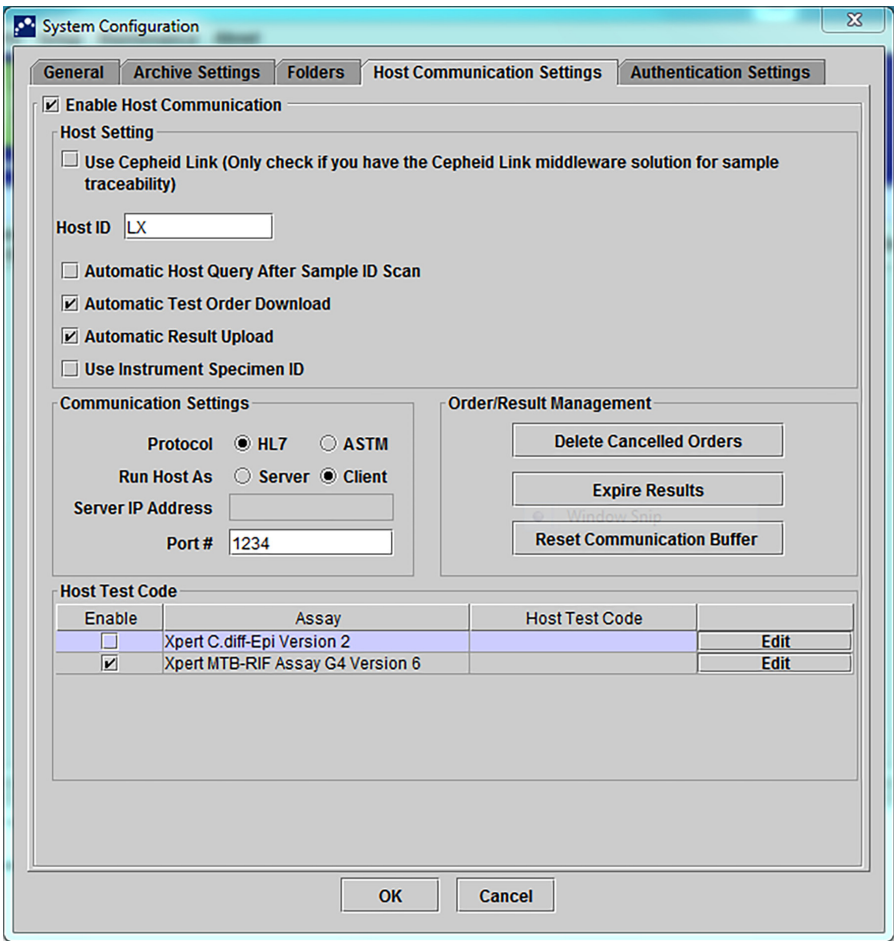
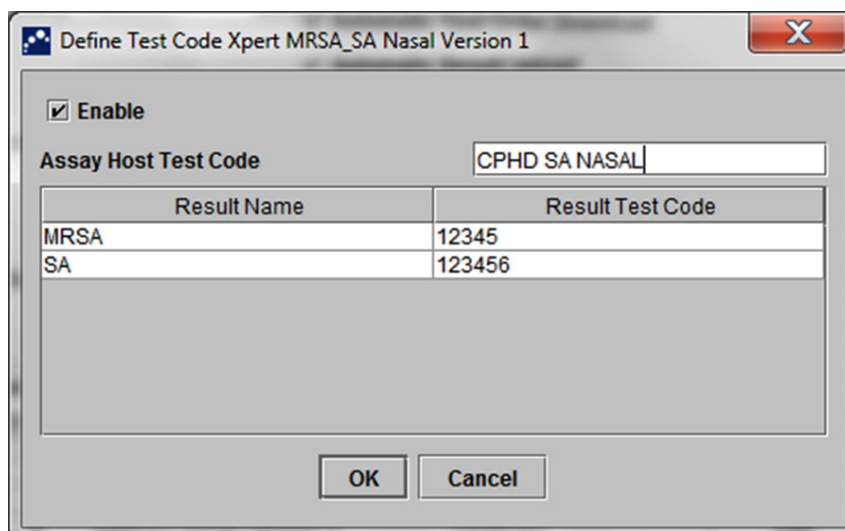

Figura 2-81. Caseta de dialog Configurare sistem (Fila Setări comunicare cu gazda)
Figura 2-84. Caseta de dialog Definire cod de testare pentru o analiză cu mai multe rezultate
2. Faceți clic pe fila **Setări comunicare cu gazda (Host Communication Settings)**. Apare fila **Setări comunicare cu gazda (Host Communication Settings)**. Consultați Figura 2-81.
2. Selectați butonul **SETĂRI COMUNICĂRI CU GAZDA (HOST COMMUNICATIONS SETTINGS)** (consultați Figura 2-56) pentru a afișa spațiul de lucru Setări comunicări cu gazda (Host Communications Settings). Consultați Figura 2-81.
1. În secțiunea tabelului **Cod de testare gazdă (Host Test Code)** a filei Setări comunicare cu gazda (Host Communication Settings) (consultați Figura 2-81), faceți clic pe butonul **Editare (Edit)** dorit pentru a modifica setarea. Apare caseta de dialog Definire cod de testare (Define Test Code). Consultați Figura 2-84.
4. Numele rezultatelor raportate de analiză sunt enumerate în câmpul **Nume rezultat (Result Name)**. Consultați Figura 2-84.
5. Introduceți codul de testare rezultat în câmpul **Cod de testare rezultat (Result Test Code)** (consultați Figura 2-84) corespunzător fiecărui nume de rezultat care poate fi raportat de această analiză.